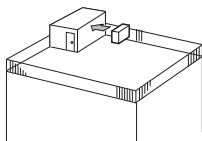

Fig. 2-4
- 1 Oro išėjimo angą įtaisykite pakreipdami link artimiausios sienos, maždaug 35 cm atstumu nuo jos. (Fig. 2-4)